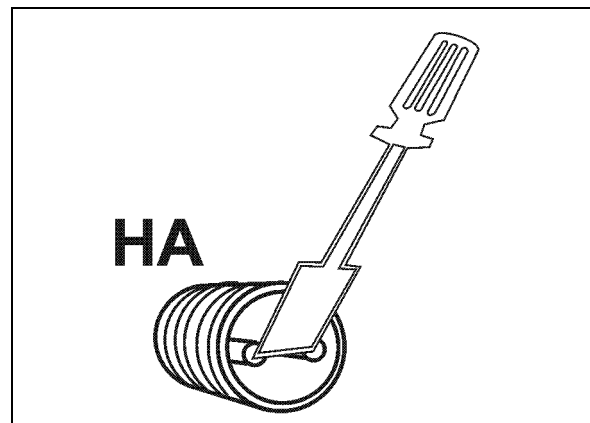

Fig. 13
3. Pole der Anschlussbuchse mehrmals mit einem kleinen Schraubendreher überbrücken (Fig. 13).